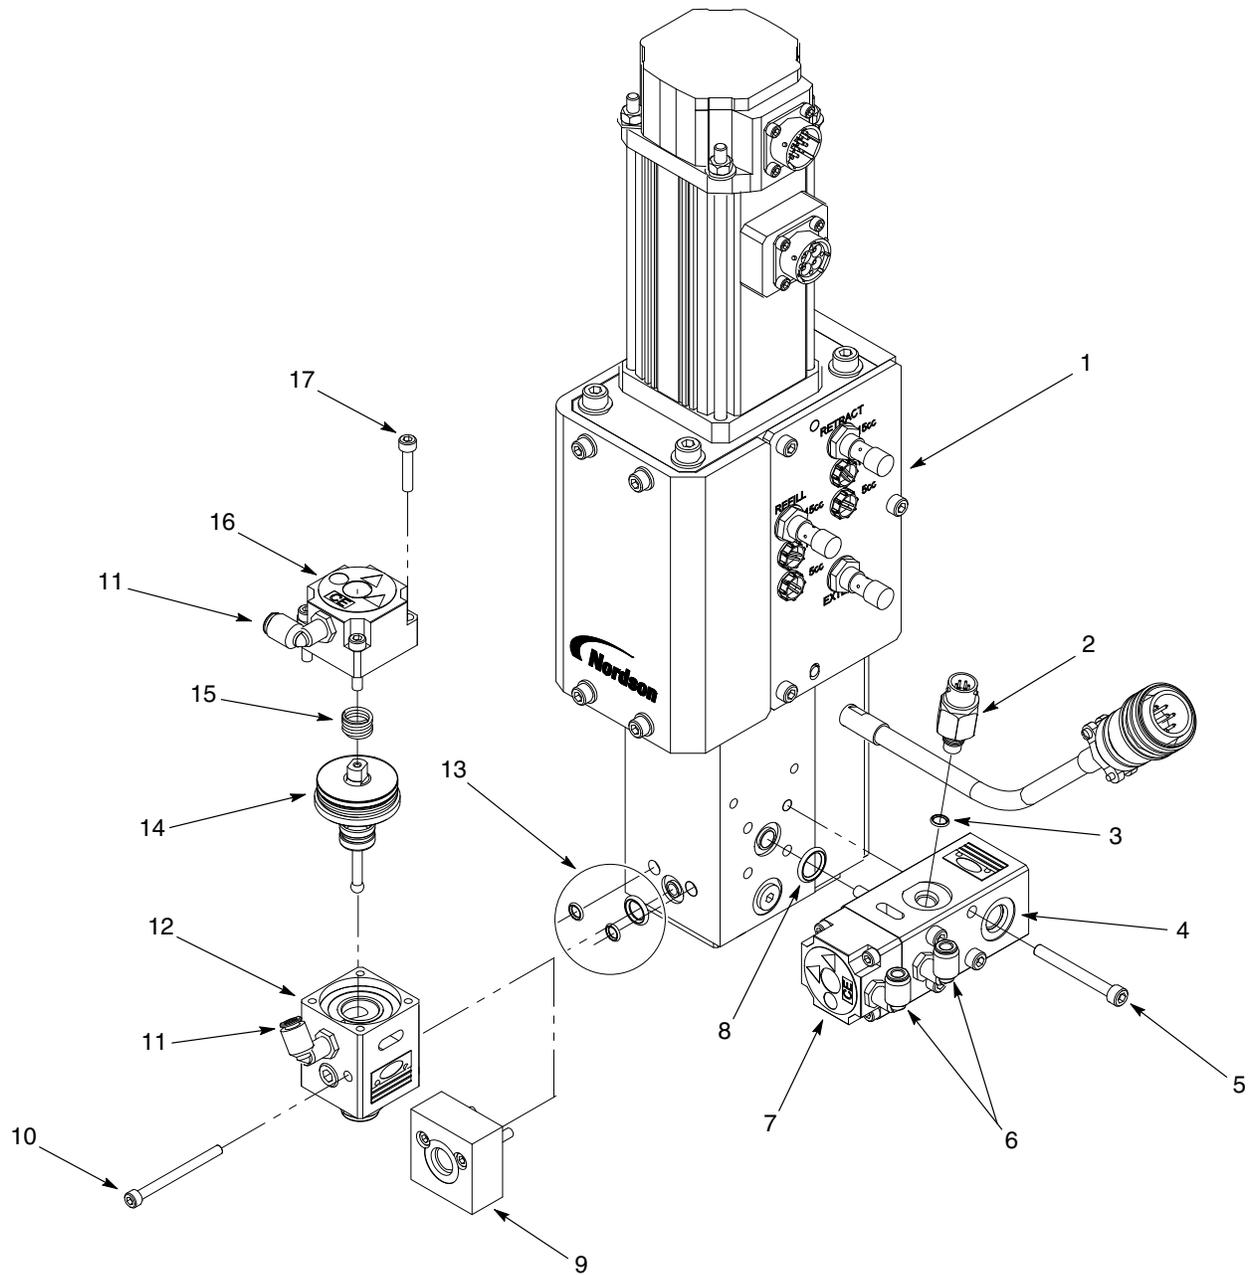

Figura 12 Riparazione delle valvole di ingresso/uscita
Vedi figura 12 e seguire le procedure seguenti per eseguire riparazioni alla sezione idraulica.
1. Vedi figura 12. Togliere le viti (17) che fissano il cappuccio del cilindro pneumatico (16) al corpo della valvola (12). Smontare la molla (15) dal corpo della valvola.
2. Con un piccolo cacciavite smontare la cartuccia di tenuta (14) dal corpo valvola (12).
3. Montare la nuova cartuccia di tenuta (14) nel corpo della valvola (12).
4. Montare la molla (15) sulla cartuccia di tenuta (14).
5. Montare il cappuccio del cilindro pneumatico (16) usando le viti (17). Serrare le viti a 8.5-9 N•m (75-80 in.-lb).
Vedi figura 12 e seguire la seguente procedura per sostituire la valvola di uscita.
Vedi figura 12 e seguire la seguente procedura per sostituire la valvola d'ingresso.
1. Vedi figura 12. Scollegare il cavo dal trasduttore di pressione (2).
2. Rimuovere il trasduttore di pressione (2) dalla valvola d'ingresso (7).
3. Lubrificare l'o-ring del trasduttore di pressione (3) con grasso TFE. Montare il trasduttore di pressione (2) nella valvola d'ingresso (7) e stringerlo a 5-5,6 N•m (45-50 in.-lb).
4. Collegare il cavo al trasduttore di pressione (2).